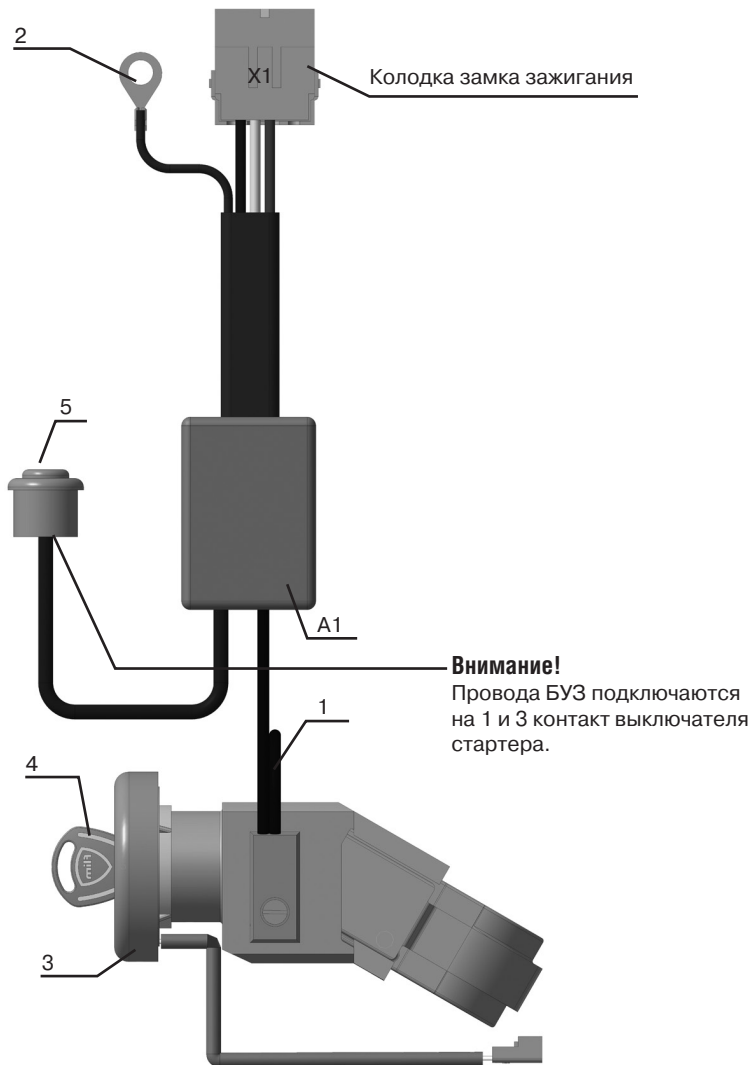

Рис. 6
Включение и выключение силовой электрической цепи зажигания и стартера осуществляется двумя реле в блоке управления зажиганием (рис. 6, рис.7 поз. А1), и управляется посредством вращения ключа замка (рис. 6, рис7 поз. 4) и кнопки выключателя стартера (Рис.6, рис. 7 поз. 5).
6.1. Перед подключением разъёма X1 блока управления зажиганием, необходимо подключить массу блока колодка 2 (рис. 6,7).
6.2. Схему соединений и обозначение электрических компонентов смотрите на рисунке 6,7. Колодку X1 (рис. 6,7) от блока управления зажиганием А1, подключите к ответному разъему жгута автомобиля.